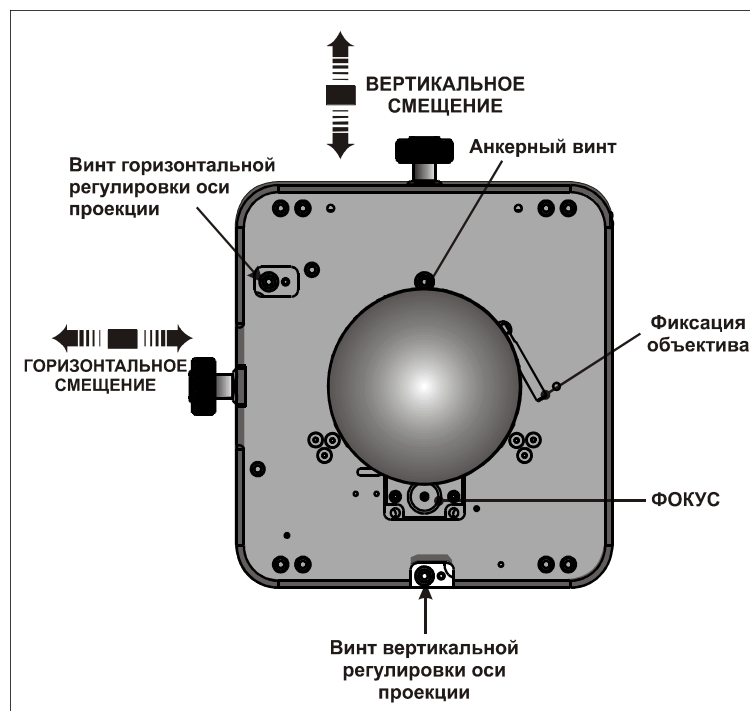

Рис. 2-20 Стандартный узел крепления объектива
- С помощью тестовой таблицы framing отрегулируйте горизонтальное и вертикальное **смещение** таким образом, чтобы изображение максимально точно ложилось на экран. (Рис. 2-20) **ПРИМЕЧАНИЯ.** 1) Чтобы обеспечить оптимальные оптические характеристики при установке проектора со смещением относительно центра экрана, следует свести к минимуму трапециевидное искажение. При этом для совмещения центра изображения с центром экрана рекомендуется регулировать смещение, а не изменять положение корпуса проектора. 2) Избегайте чрезмерного наклона проектора и смещения объектива. Скругление углов белой тестовой таблицы свидетельствует о чрезмерно большом смещении объектива.